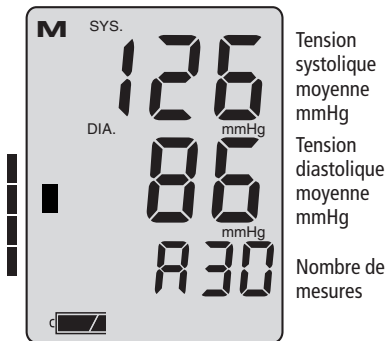

Figure 6
- ➔ L'appareil étant éteint, rappeler la valeur moyenne après 30 mesures enregistrées, en pressant pendant la touche «M» La valeur moyenne de tous les valeurs stockées (systolique et diastolique) apparaît. Sur la partie «Puls» de l'écran, le nombre de mesures est affichée (voir figure 6).
Dans le bord gauche de l'afficheur, un rectangle noir apparaît (voir figure 6). Il correspond à la grandeur de la tension artérielle moyenne.